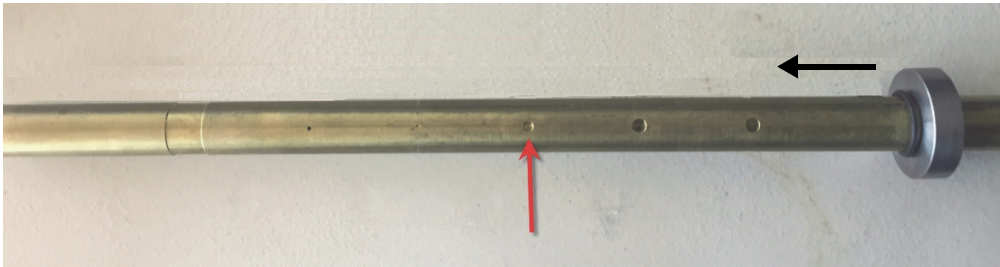

Abbildung 5-174 Verschieben des Hilfsrings
1. Verschieben Sie die O-Ringe am Rohr, um den Hilfsring zu bewegen. Schieben Sie den Hilfsring über den Fehler und die O-Ringe an den Hilfsring, um ihn so an der Stelle zu fixieren (siehe Abbildung 5-174 auf Seite 268).